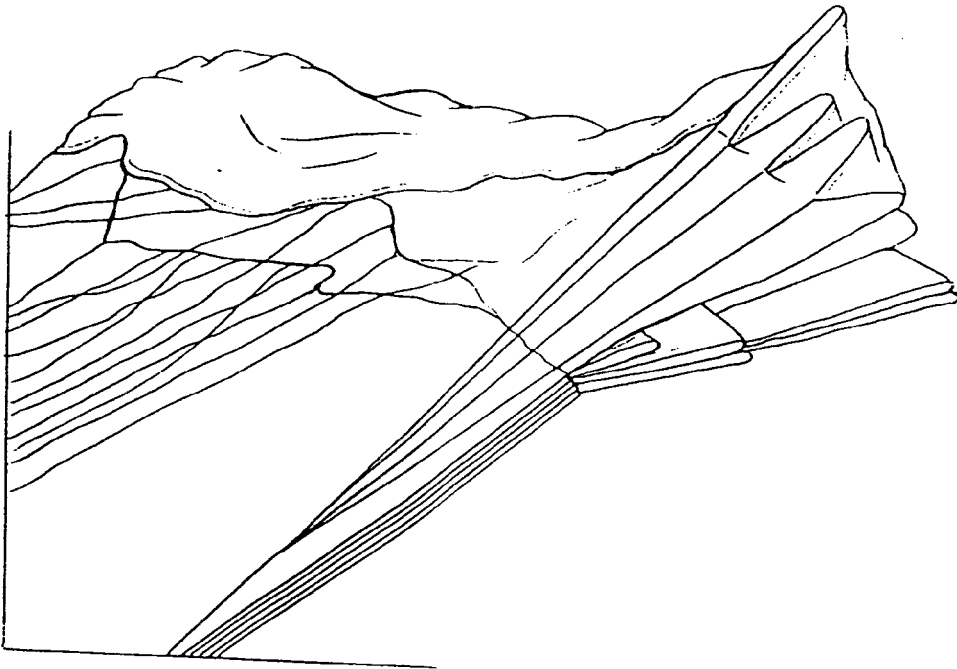

Рис. 6
- 4) взять задние полотнища купола между местами крепления лучей строп управления и натянуть лучи и полотнища между ними (рис. 6);